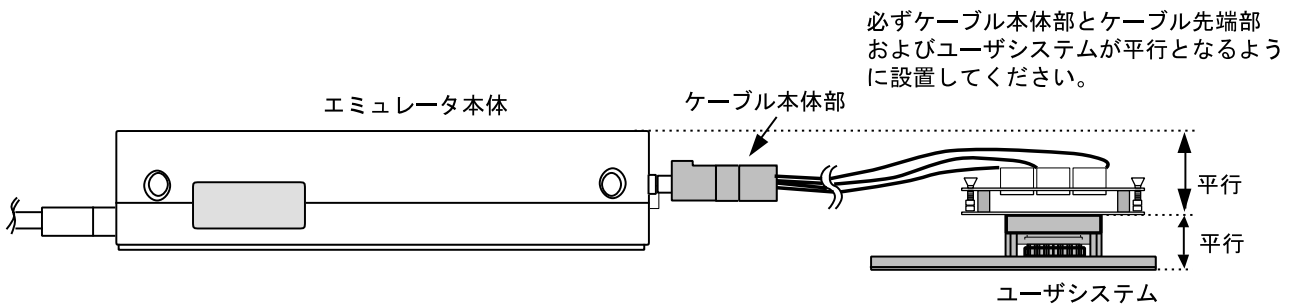

図10 設置例
- (1) ユーザシステムへの接続時には1ピン位置に十分注意して、誤接続は絶対にしないでください。
- (2) 本ユーザシステムインタフェースケーブルを使用する場合の推奨マウントパッド寸法は、MCU実装用マウントパッド寸法とは異なりますので注意してください。
- (3) 本ユーザシステムインタフェースケーブルは、HS7040EPI60Hエミュレータ専用ですので、他のエミュレータ本体には使用しないでください。
- (4) ケーブル本体部が断線する可能性がありますので、本ユーザシステムインタフェースケーブルの上に重いものや金属等の角の尖ったものを置かないでください。
- (5) ユーザシステムに接続した状態では、ユーザシステムインタフェースケーブル、特にケーブル先端部に無理な力が加わらないように注意する必要があります。図10の設置例を参照してご使用ください。